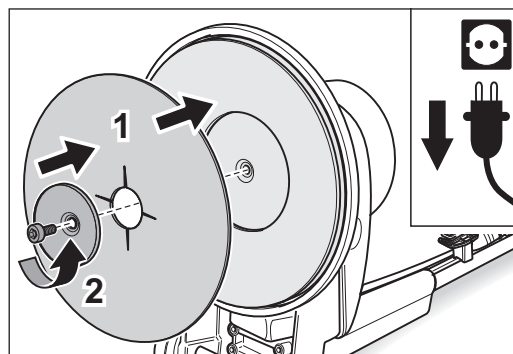

Abb. 25 Die neue Schleifscheibe auflegen (1) und festschrauben (2). Die Schraube dabei **gegen den Uhrzeigersinn** drehen (**Linksgewinde**)!
- 6 Legen Sie eine neue Schleifscheibe auf und stecken Sie die Befestigungsschraube mit Papierspannscheibe in den Schleifteller (Abb. 25, 1).
- 7 Drehen Sie die Befestigungsschraube mit Hilfe des Innensechskantschlüssels **gegen den Uhrzeigersinn** in den Schleifteller (**Linksgewinde**, Abb. 25, 2)! Achten Sie darauf, dass die Schleifscheibe möglichst mittig auf dem Schleifteller befestigt wird.